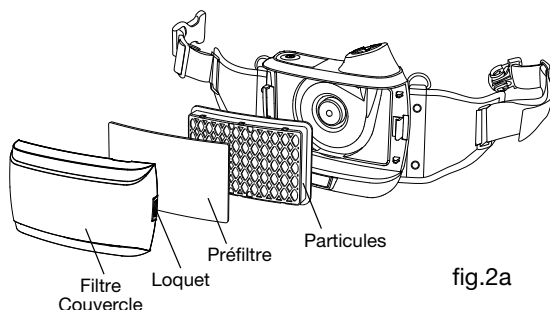

fig.2a
- *Installez le filtre à particules conformément à la fig. 2a.*